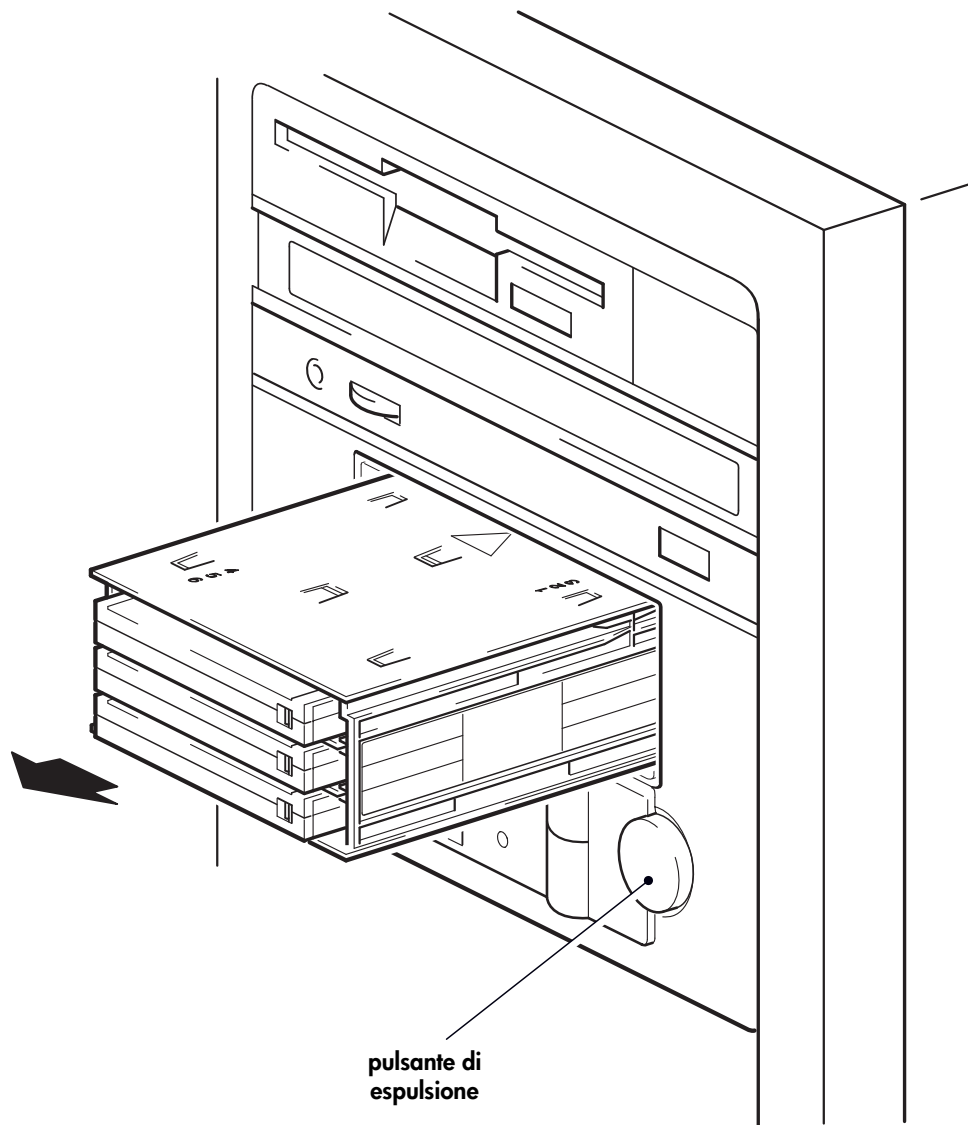

Figura 12: rimozione del caricatore automatico
- 1 Premere il pulsante di espulsione sul pannello anteriore (vedere la figura 12).